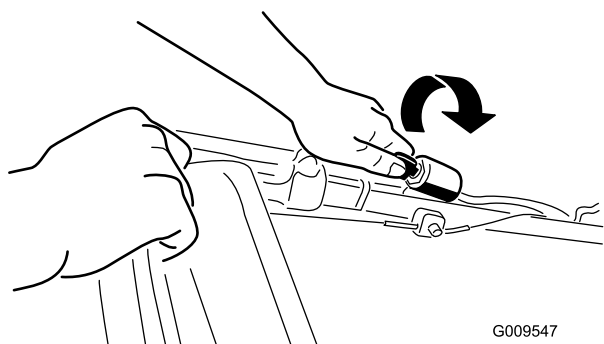
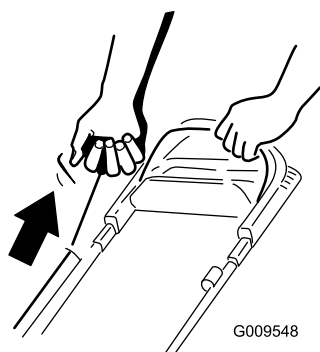

Figura 11
Figura 12
2. Girate la chiave di accensione (Figura 11) (solo modelli con avviamento elettrico) o tirate l'avviatore autoavvolgente (Figura 12).
resistenza, poi date uno strappo (Figura 12). Lasciate che il cordino si riavvolga nell'avviatore lentamente.